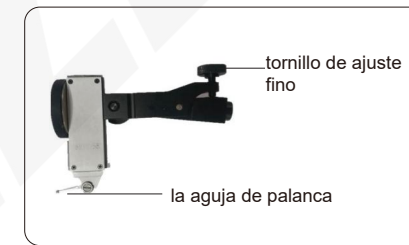

fig.1
- Precaución: Para evitar errores de medición debidos a la elasticidad del ajuste fino, la aguja de la palanca y el tornillo de ajuste fino deben situarse en lados opuestos (fig. 1); Durante el trabajo, ajuste el tornillo de ajuste fino de modo que el componente 1 quede entre la parte superior de la rosca y la mitad de la rosca; para aumentar la elasticidad del cabezal, no deje que el componente 1 quede en la parte inferior de la rosca (fig. 2).